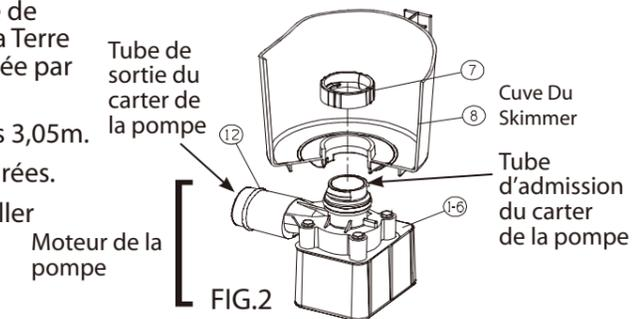

FIG.2
A. D'abord, repérez le bloc filtre, retirez le couvercle à vis (11), le panier (10) et le filtre à cartouche (9) du bloc filtre. Repérez la platine de fixation du filtre situé sur la paroi de la piscine (32). Placez un joint (22) par-dessus les quatre ergots d'alignement sur le boîtier du skimmer (8) puis placez le bloc filtre contre la paroi extérieure de la piscine en insérant les quatre ergots dans les quatre grands trous percés dans la paroi. Ensuite, en tenant le skimmer bien contre la paroi, placez le joint intérieur (22) par-dessus les ergots à l'intérieur de la paroi. Placez la plaque de contact (23) par-dessus les ergots également. **REMARQUE** : une deuxième plaque est incluse pour des raisons de commodité. Placez les vis hexagonales (24) dans les trous et vissez-les un tour et demi. Ensuite, serrez les quatre vis, tour à tour et de façon équilibrée, en faisant le tour de la plaque, afin d'obtenir un joint étanche. Avertissement ! Ne pas forcer le serrage. Il suffit d'e créer un joint étanche.
B. Lubrifiez le joint torique de la pompe avec de la vaseline (non fournie). Tenez fermement la cuve du skimmer (8) et insérez l'ensemble de la pompe (1-6) de telle façon que la sortie du boîtier de volute s'étende du côté de la cuve comme indiqué en Fig. 2. Insérez la pompe à fond, tout en faisant passer les deux rainures du boîtier du volute à travers les deux fentes dans le fond de la cuve. A l'intérieur de la cuve, installez l'écrou de retenue de la pompe (7) au-dessus de l'entrée du boîtier du volute comme indiqué en Fig. 2. Vissez l'écrou (7) dans le sens des aiguilles d'une montre jusqu'à un serrage ferme.
C. Repérez l'ensemble des pièces raccord de paroi de la piscine (15-21). À l'aide de vaseline, lubrifiez le joint d'étanchéité noir (16) et installez-le sur le filet de la traversée de paroi (15). De l'intérieur de la piscine, insérez la traversée de paroi avec son joint à travers le trou dans la paroi. Installez la rondelle de butée (17) sur la traversée de paroi et vissez l'écrou (18) sur la traversée de paroi sans trop serrer. Ne pas visser trop fort l'écrou (18) sur la traversée de paroi ou faire des faux plis autour de la rondelle de butée (17) ou autour du joint d'étanchéité (16). Ensuite appliquez de la vaseline sur le filet du coude 90° (19) et vissez le coude dans la traversée de paroi. Installez la buse de refoulement (20) et la bague de serrage (21) dans la traversée de paroi.